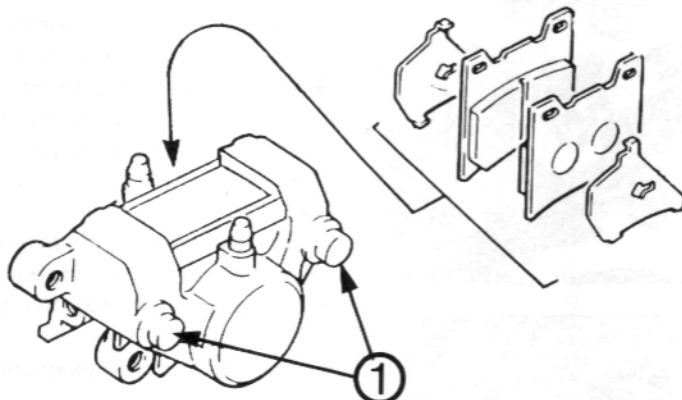

Bild 223
- ⚠ Niemals die Gehäuseschrauben des Brems-sattels (Bild 223) lösen!